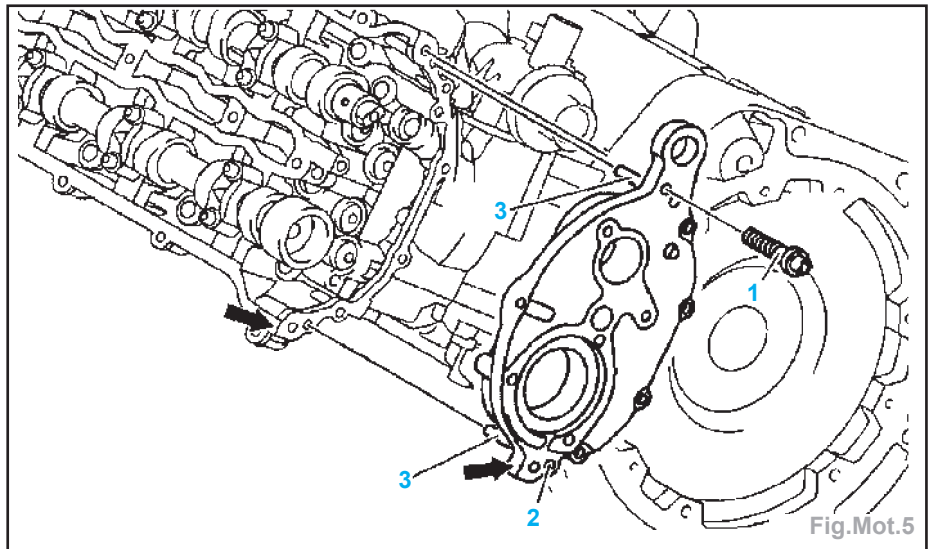

Fig.Mot.5
- le couvercle arrière de culasse (2) (Fig.Mot.5).